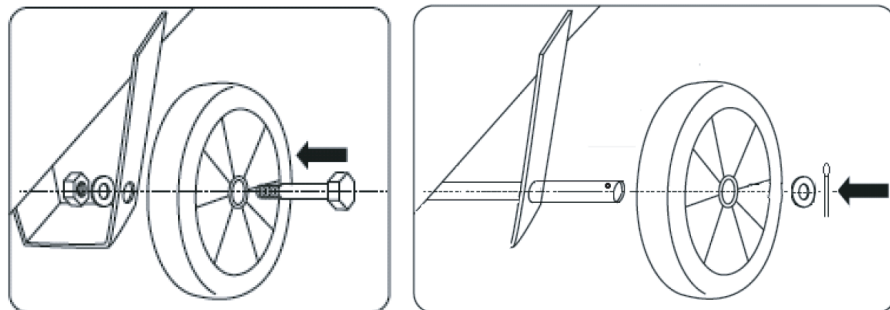

Рис. 2
3. Установите на компрессор транспортировочные колеса и опорные ножки (рис. 2, 3).